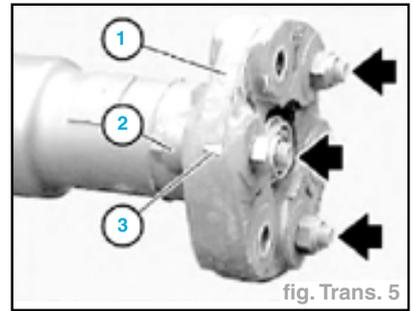

fig. Trans. 5
Nota : Les flèches (3), à la périphérie du flector, doivent être orientées vers les branches de la bride (2) (fig. Trans. 5).